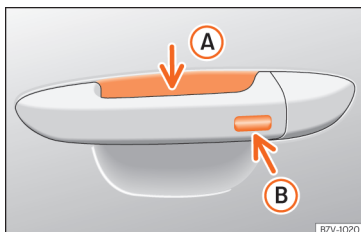

Fig. 50 Manípulo da porta: superfícies sensoras.
»» Fig. 50
- Toque na superfície sensora »» **Fig. 50 B** situada no lado exterior do manípulo da porta. Todos os indicadores de direção piscam uma vez.
- Antes de passarem 5 segundos, toque uma vez no sensor do lado exterior do manípulo da porta »» **Fig. 50 B**. Ao fazê-lo, não agarre o manípulo. O sistema Keyless Access fica desativado temporariamente.
Para **fechar com a função de conforto** todas as janelas elétricas e o teto de vidro, mantenha um dedo durante uns segundos sobre a superfície sensora de bloqueio »» **Fig. 50 B** do manípulo da porta até que as janelas e o teto se tenham fechado.